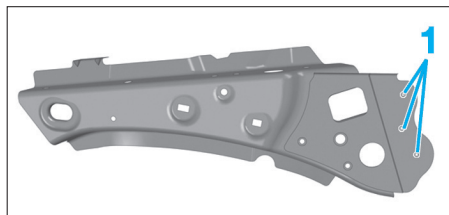

FIG. 29
- Percer la pièce neuve de trous (1) pour le soudage par points bouchons (Fig.29).